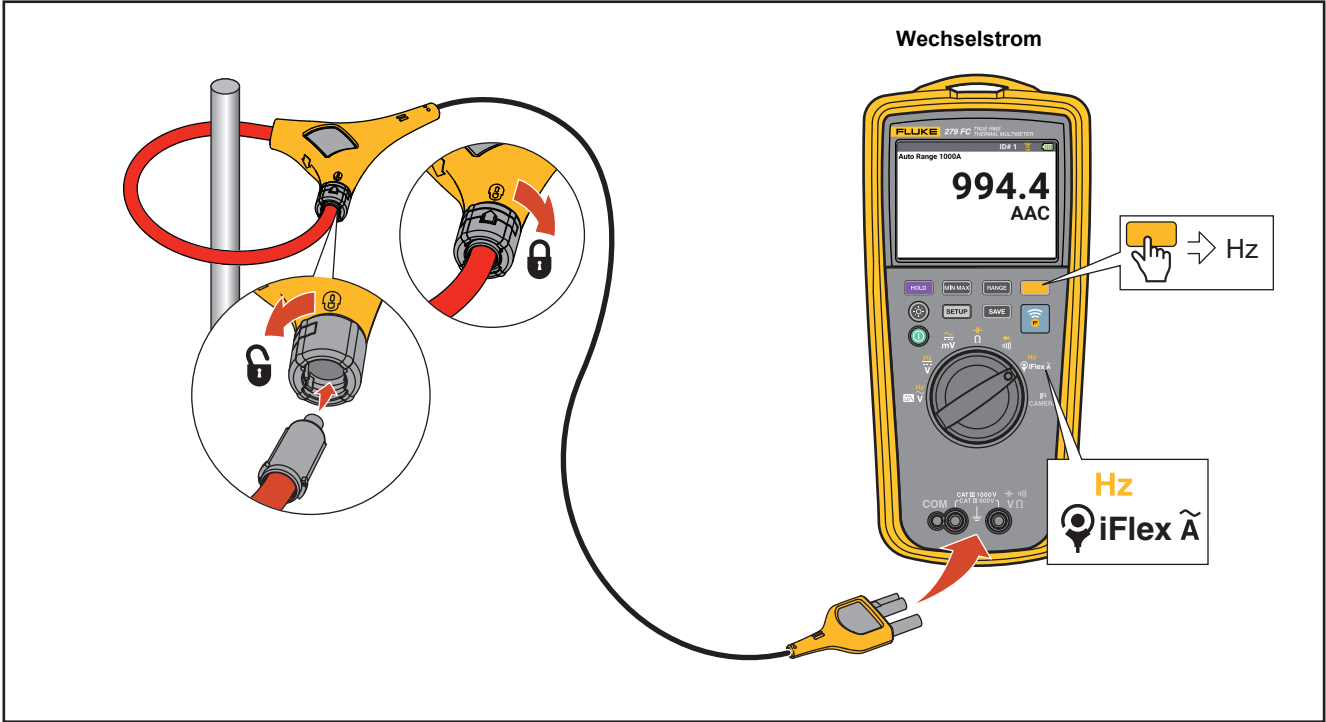

Abbildung 10. Wechselstrommessung
- Wechselstrommessung, siehe Abbildung 10.
1. Die Stromzange iFlex an den Eingang des Multimeters anschließen. siehe Abbildung 10.